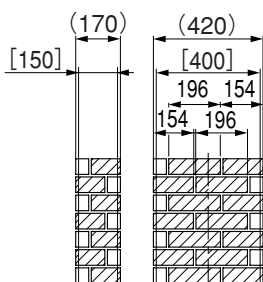
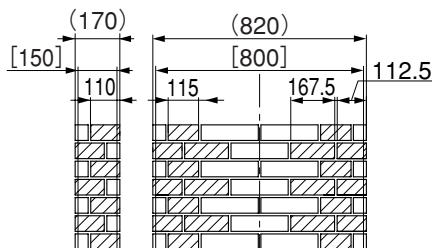

図1-4 W04壁柱
図1-5 W08壁柱
- ① タイルの割付けを行ってください。(幅220mmタイルの場合の割付け例を図1-4、図1-5に示します。)